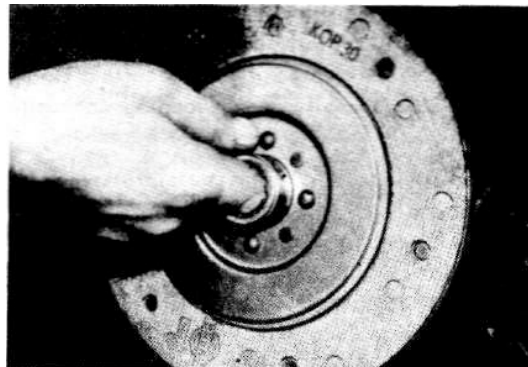

Bild 4- 117
8. Beim Einbau der Kupplung Kupplungsführungsdorn benutzen. Schrauben über Kreuz festziehen und Spann­bügel herausnehmen? Nach dem Festziehen Kupplung durch leichte Schläge mit dem Kunststoffhammer neben den Schrauben nochmals festziehen. (Bild 4- 118)